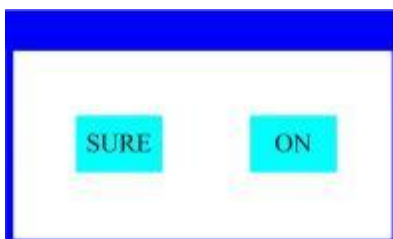

Figure 5 Détermination de la fenêtre d'entrée
- Le important les paramètres sont déterminé à travers la confirmation fenêtre, comme indiqué dans la figure 5 ci-dessous :